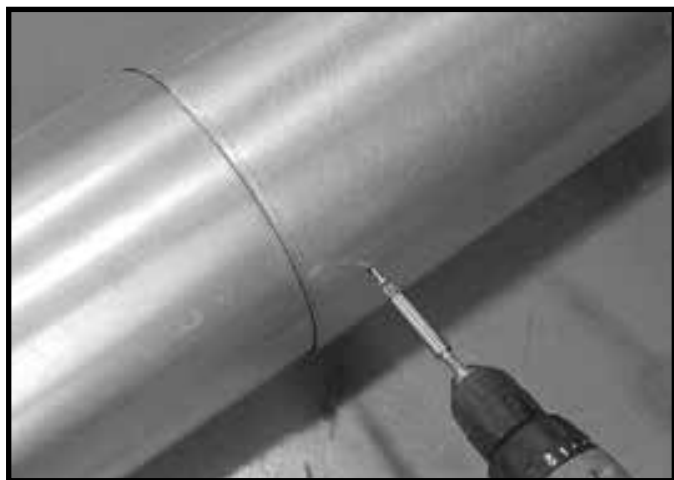

Figure 7.6 Vis sur la section coulissante
- Fixez les tuyaux et les sections coulissantes avec deux vis d'au plus 13 mm (1/2 po) en utilisant les trous de guidage de la section coulissante. Voir la figure 7.6.